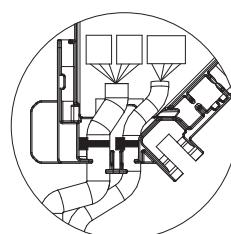

Fig. 10-15
- Kontrollér, at båndet, der holder i-see-Sensorens og signalmodtagerens tilslutningsledninger fast, er placeret i el-boksen. (Fig. 10-15)